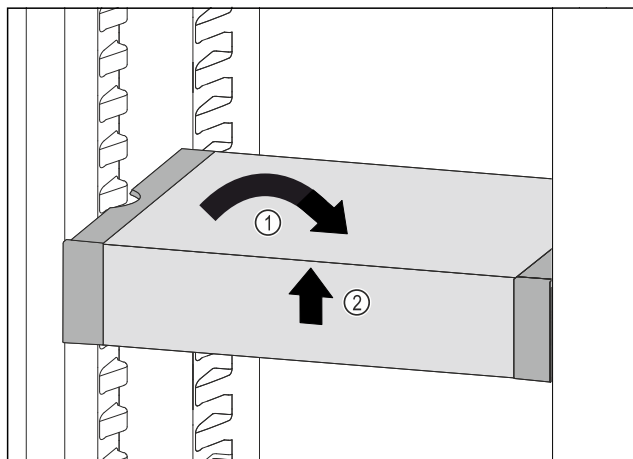

Fig. 168
- VarioSafe postavte rovno. Fig. 168 (1)
- VarioSafe nadvihnite vpred. Fig. 168 (2)